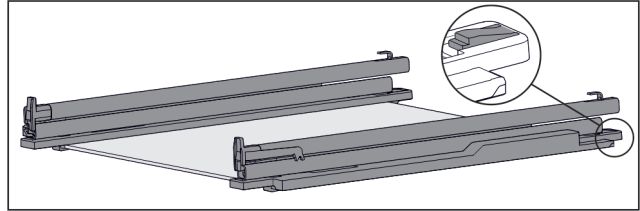

Fig. 126 Tablette en verre avec rails et pièces de retenue
- ▶ Pousser l'arrière de la pièce de retenue vers le bas (voir Fig. 126) et pousser dans le même temps le tiroir vers l'arrière.